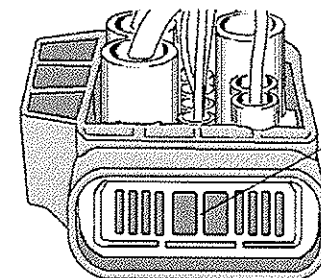

Abbildung 3.
14. Kabelsatzstecker X26 entriegeln und trennen (Abbildung 3).
- ▶ Verriegelung (1) entfernen